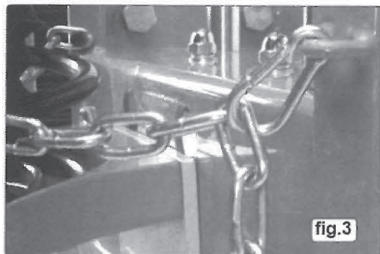

fig.3
6. Installez et fixez la chaîne à gauche avec un écrou et un boulon. Retirez le clip de l'extrémité de la chaîne et attachez-le au crochet de l'autre côté du compresseur, puis la chaîne peut être attachée correctement au clip sur le maillon correspondant (fig. 3).